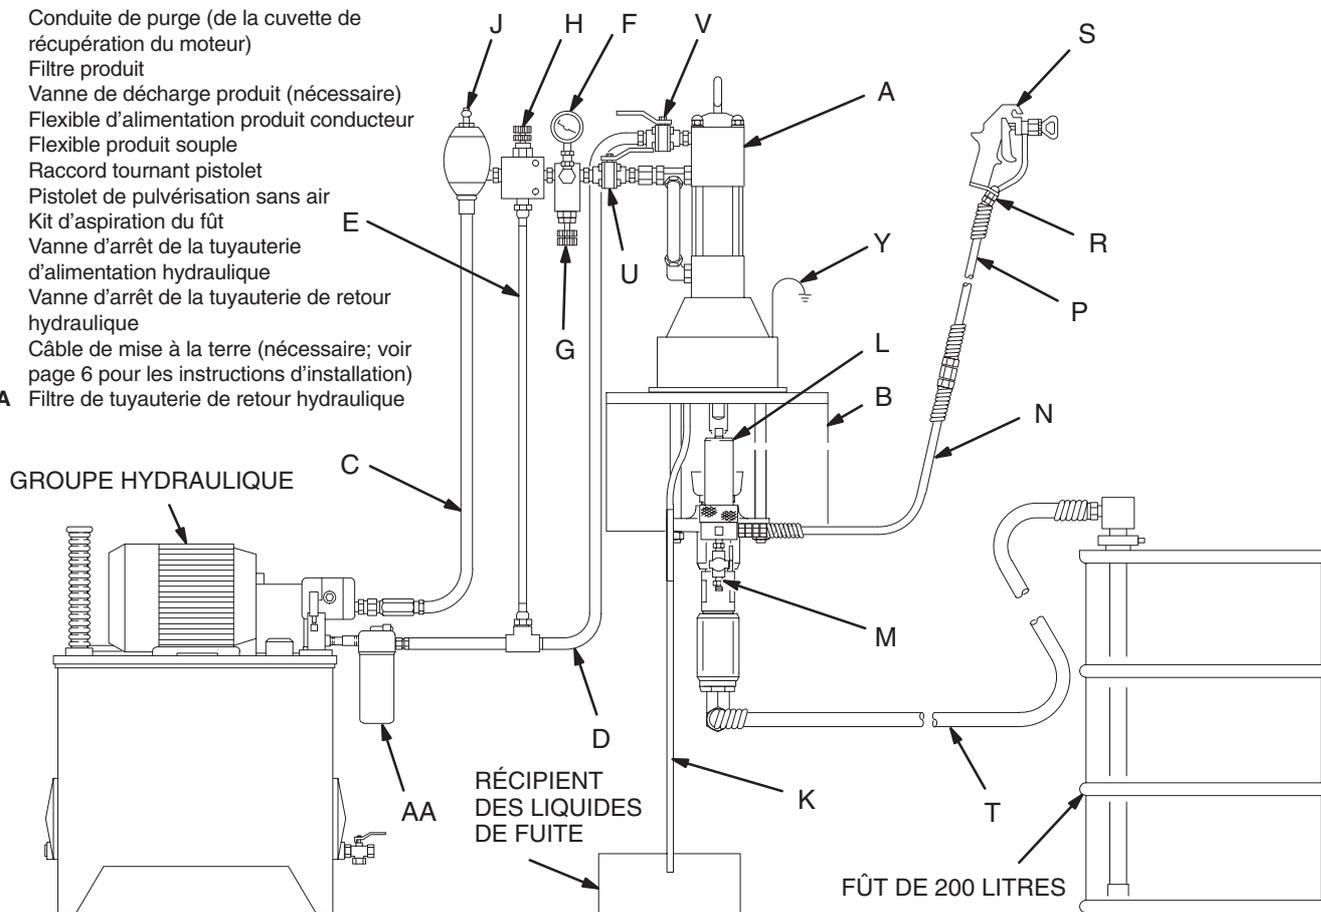

Fig. 4
Installer les accessoires suivants aux emplacements indiqués dans la Fig. 4, en utilisant des adaptateurs si besoin est:
- **Un filtre produit (L)** avec une cartouche de 250 microns (60 mesh) en acier inoxydable pour filtrer les particules du produit en sortie de pompe.
- **Une vanne de vidange produit (M)**, nécessaire sur l'appareil, contribue à la relâche de la pression produit dans le flexible et le pistolet (voir la **MISE EN GARDE** en page 7).
- **Un pistolet (S)** distribue le produit. Le pistolet indiqué sur la fig. 4 est un pistolet de pulvérisation sans air pour des produits de viscosité faible à moyenne.
- **Un raccord tournant (R)** améliorant la maniabilité du pistolet.
- **Un kit d'aspiration (T)** permet à la pompe d'aspirer le produit d'un réservoir d'alimentation.
1. Se reporter à la Fig. 4 de la page 9. Raccorder le kit d'aspiration (T) à l'entrée produit de la pompe et placer le tube dans l'alimentation produit.
3. S'assurer que la vanne d'arrêt de la tuyauterie d'alimentation (U) et la vanne d'arrêt de la tuyauterie de retour (V) sont fermées.
5. Maintenir fermement une partie métallique du pistolet (S) sur le côté d'un seau métallique relié à la terre et maintenir la pression sur la gâchette.
6. Ouvrir *d'abord* la vanne d'arrêt de la tuyauterie de retour (V), puis ouvrir lentement la vanne d'arrêt de la tuyauterie d'alimentation (U).
9. Si la pompe ne peut pas être amorcée correctement, ouvrir la vanne de décharge (M). Utiliser la vanne de décharge comme une vanne d'amorçage jusqu'à ce que le produit s'en écoule. Fermer la vanne.